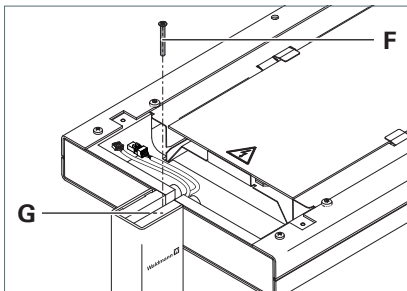

Fig. 3: Leuchtenkopf fixieren.
- Schrauben Sie die Schraube **F** in die Bohrung **G** im Tragarm und drehen Sie die Schraube fest, siehe Fig. 3.